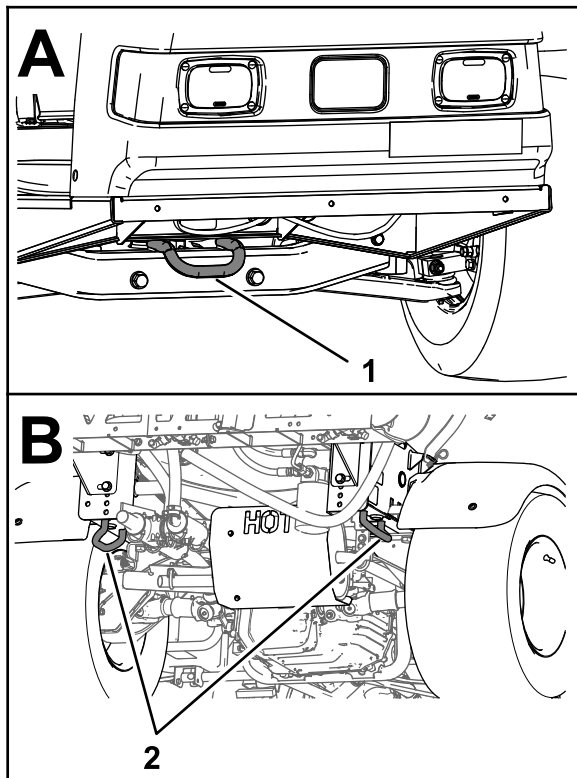

図 22
- 車体フレーム前部をロープなどで固定する 図 22を参照。
- 車体フレーム後部は、ロープなどを2本使用して固定する 図 22を参照。